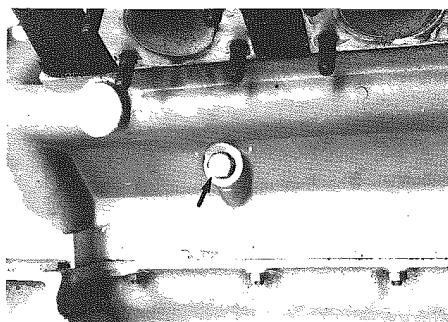

Fig. 20 - Tappo liquido di raffreddamento
- Scaricare il liquido di raffreddamento svitando i due tappi ai lati del basamento (**Fig. 20**). Togliere il tappo di carico sul radiatore.
- Drain coolant by unscrewing the two plugs on the crankcase sides (**Fig. 20**). Remove filler plug on radiator.
- Scaricare il liquido di raffreddamento estraendo i due tappi ai lati del basamento (**Fig. 20**).
- Drain cooling fluid by removing the two plugs on the crankcase sides (**Fig. 20**).